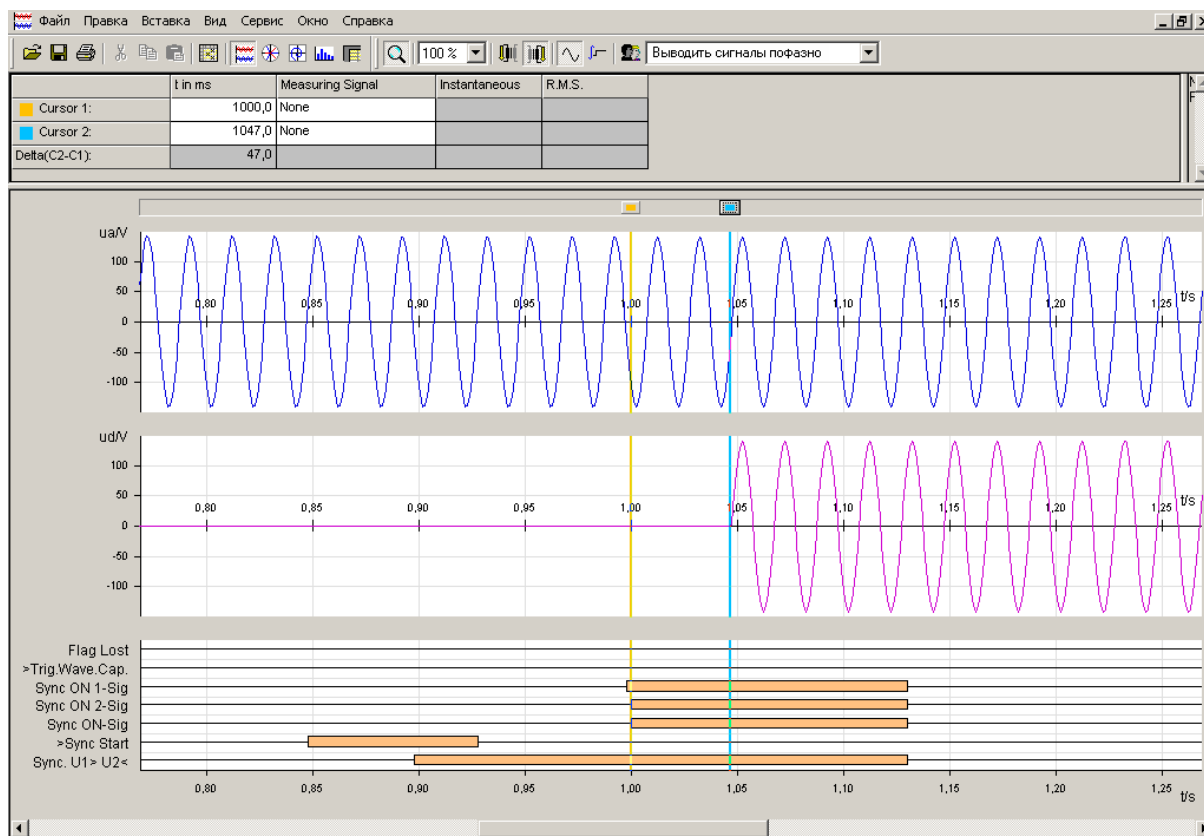

Рисунок 3-24 Web средства — измерение собственного времени включения выключателя
- Считайте зарегистрированные данные и с помощью программного обеспечения SIGRA произведите измерение времени включения (см. рисунок 3-24). Используйте два курсора и функцию измерения времени. Появление второго напряжения является признаком включения выключателя.